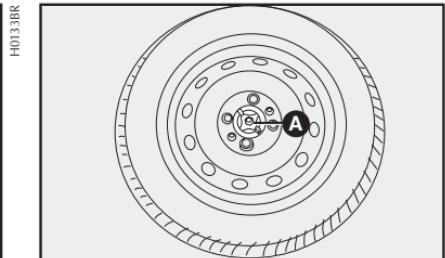

fig. 18
- Coloque la rueda pinchada en el alojamiento de la rueda de repuesto **fig. 18**, fijándola con el seguro **A**.